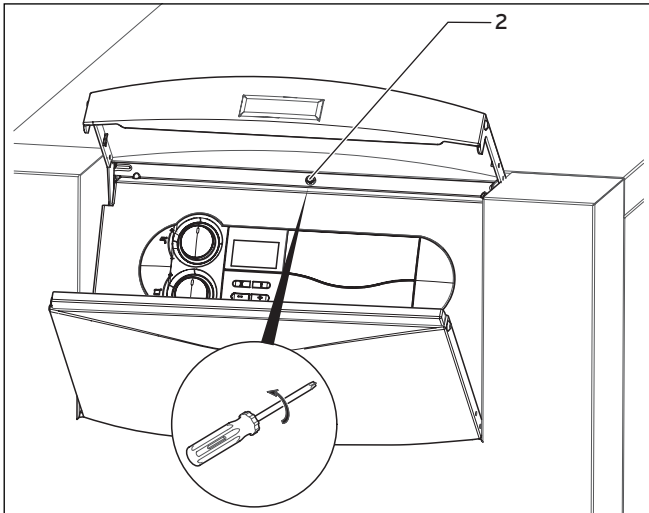

Fig. 5.2 Înlăturarea carcasei frontale
- Rotiți șurubul (2, Fig. 5.2) deasupra suprafeței de comandă multifuncțională.